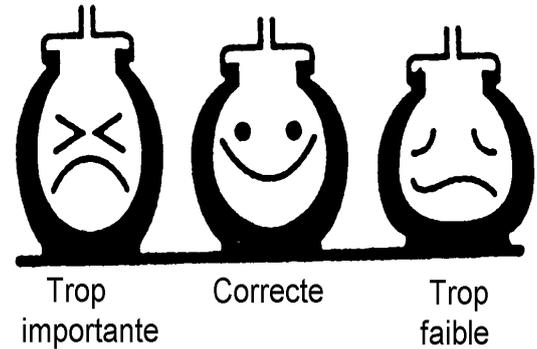

Figure 11
- Vérifiez la pression des pneumatiques, une pression trop basse rend le pneumatique fragile et sensible à l'usure, une pression trop élevée le rend inconfortable et peu adhérent. La pression recommandée est de 1,4 bars (Figure 11).